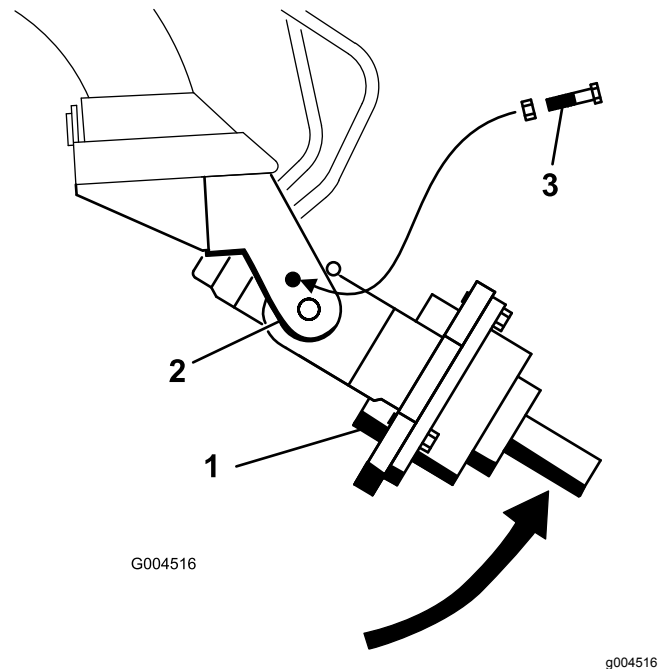

Bild 5
5. Drehen Sie den Antriebskopf für den Erdbohrer manuell nach oben, bis Sie eine Schraube ($\frac{1}{2}$ " x $2\frac{1}{2}$ ") in das Loch am Wiegearm schieben und den Antriebskopf befestigen können. Ziehen Sie die Schraube leicht mit einer Mutter ($\frac{1}{2}$ ") an, wie in Bild 5 abgebildet.
3. Drehen Sie den Antriebskopf für den Erdbohrer manuell nach oben, bis Sie eine Schraube (1/2" x 2-1/2") in das Loch am Wiegearm schieben und den Antriebskopf befestigen können. Ziehen Sie die Schraube leicht mit einer Mutter (1/2") an, wie in Bild 5 abgebildet.